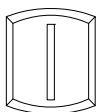

Fig. 1 Inserimento del montante
- Se è presente una vetrata fissa al di sotto del montante/traverso, il tratto della scanalatura del fermavetro interessato dalla connessione, deve essere completamente sigillato con silicone (Fig. 1).